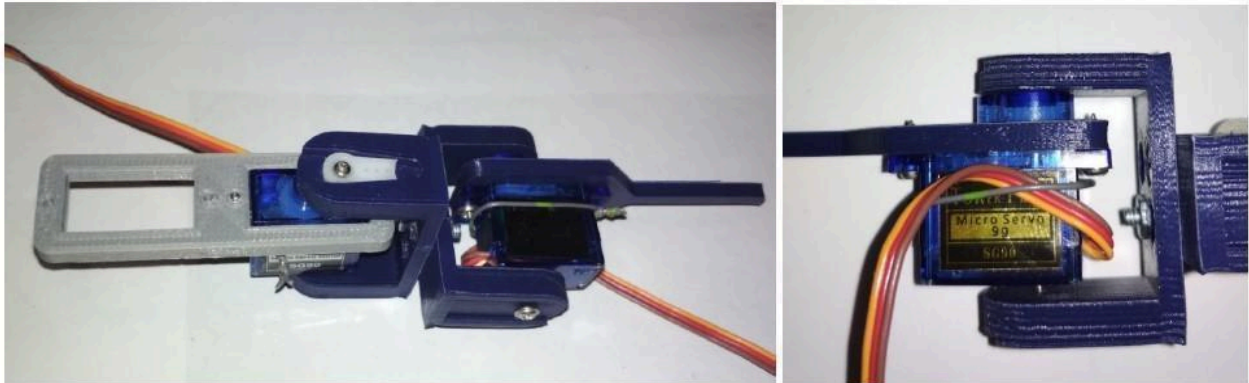

Figura 11: Pata completa y lazo para sostener los cables del servo.
- Montar el aspa blanca en la articulación (figura 11, izquierda).